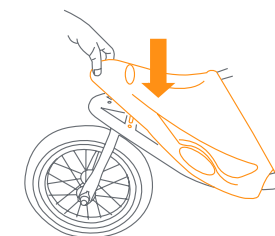

Fig. 7c
- Line up the front fender and press onto the front frame assembly (Fig. 7c).
- Alinee el guardabarros delantero y presiónelo en el armazón delantero (Fig. 7c).